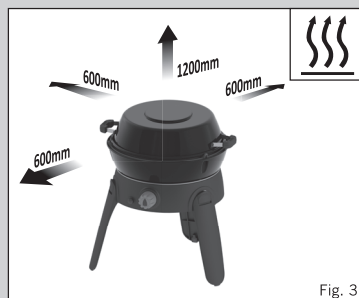

Fig. 3
- Upewnij się, że urządzenie jest używane z dala od materiałów palnych. Minimalne bezpieczne odległości to: Nad urządzeniem: 1,2 m. Z tyłu i po bokach: 600 mm. (Patrz rys. 3)